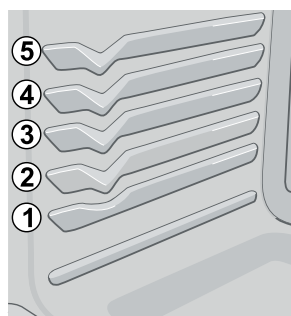
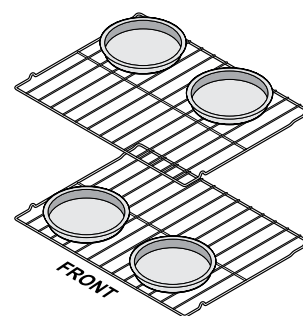

Figure 1
Figure 2
- Pour obtenir les meilleurs résultats, lorsque vous cuisinez des gâteaux sur 2 grilles, placez ces dernières aux positions 2 et 4 (Fig. 1) et positionnez les ustensiles comme indiqué à la figure 2. Laissez au minimum 2 pouces (5 cm) d'espace entre les ustensiles pour permettre la circulation d'air.